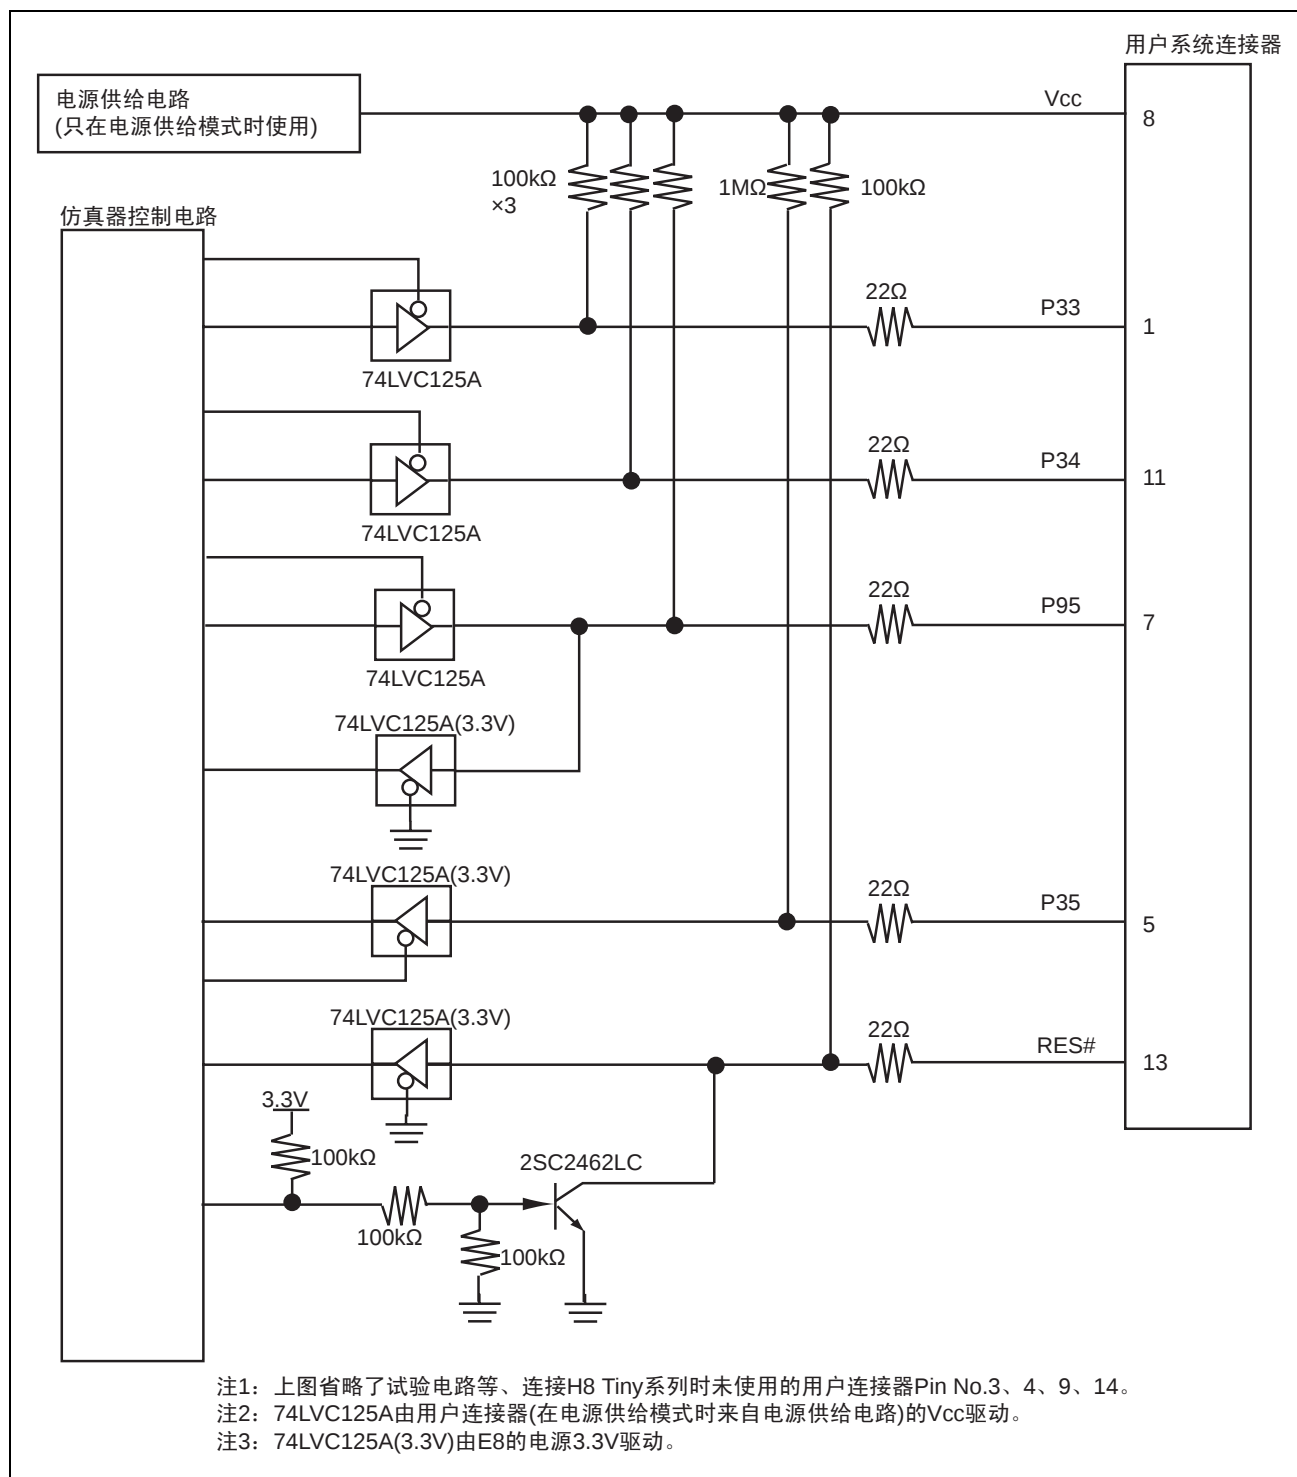

图 3.5 仿真器内的接口电路（参考）
6. 仿真器内的接口电路如图3.5所示。在决定上拉电阻值等时，请参考。